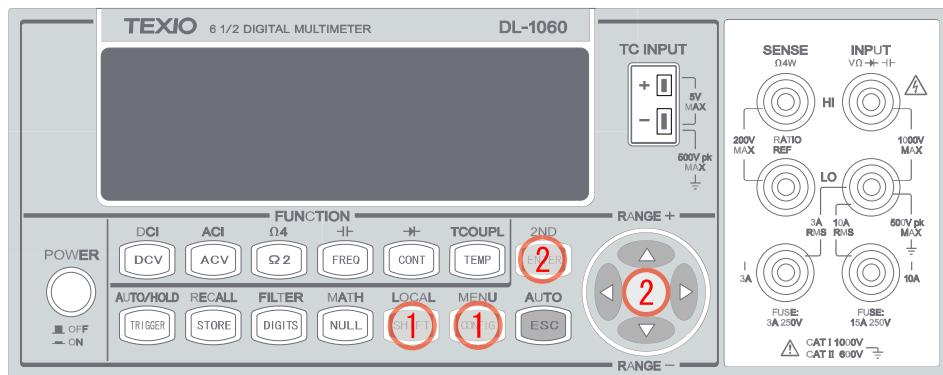

図 3-1
- ① MENU(SHIFT + CONFIG)ボタンを押します。
- ② <・>ボタンで、"SET ADC" ENTER、"AUTO ZERO" ENTER、"ON/OFF" ENTER の順に操作し Auto Zero を設定します。これらの操作は図 3-1 に示します。